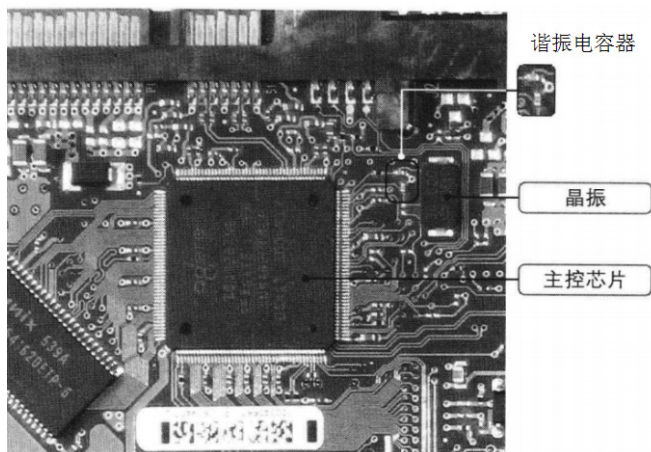

图 6-36 硬盘控制板中的晶振
(4) 如果主控芯片输入电压正常,接着检测主控芯片周围的晶振及谐振电容器是否正常。如果不正常,更换损坏的元器件。如图 6-36 所示为硬盘控制电路板中的晶振。